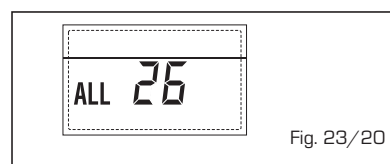

Fig. 23/20
- ANOMALÍA COHERENCIA APLICACIÓN SOLAR "ALL 27" (fig. 23/21)